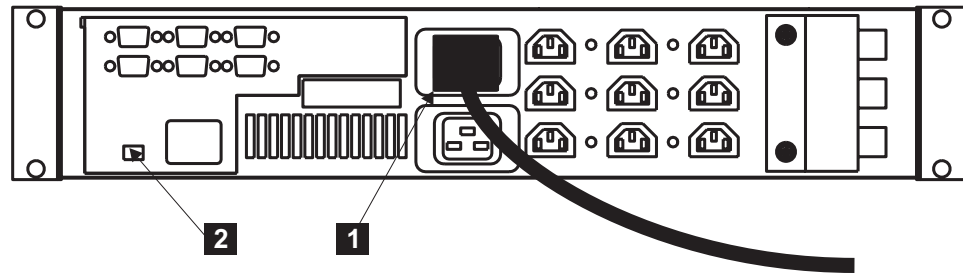

図 235. 2145 UPS 電源ケーブルの取り付け
9. 2145 UPS の後部で、2145 UPS の主電源ケーブルを電源ソケット **1** (図 235) に差し込みます。